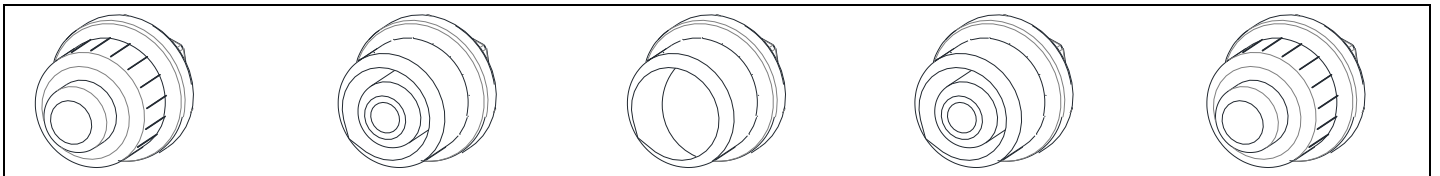

Fig. 14 – Byte av batteri
- För att stänga av enheten, tryck samtidigt på och vrid vredet helt medurs (Fig. 14). Gastillförseln stängs av och lågan på brännaren slocknar.